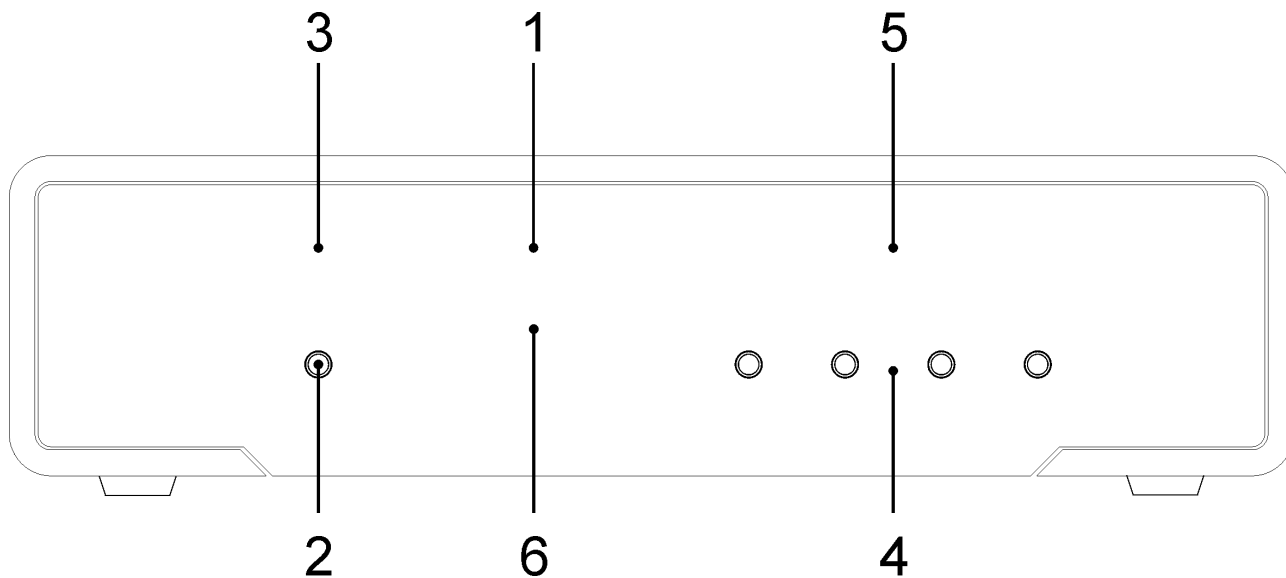
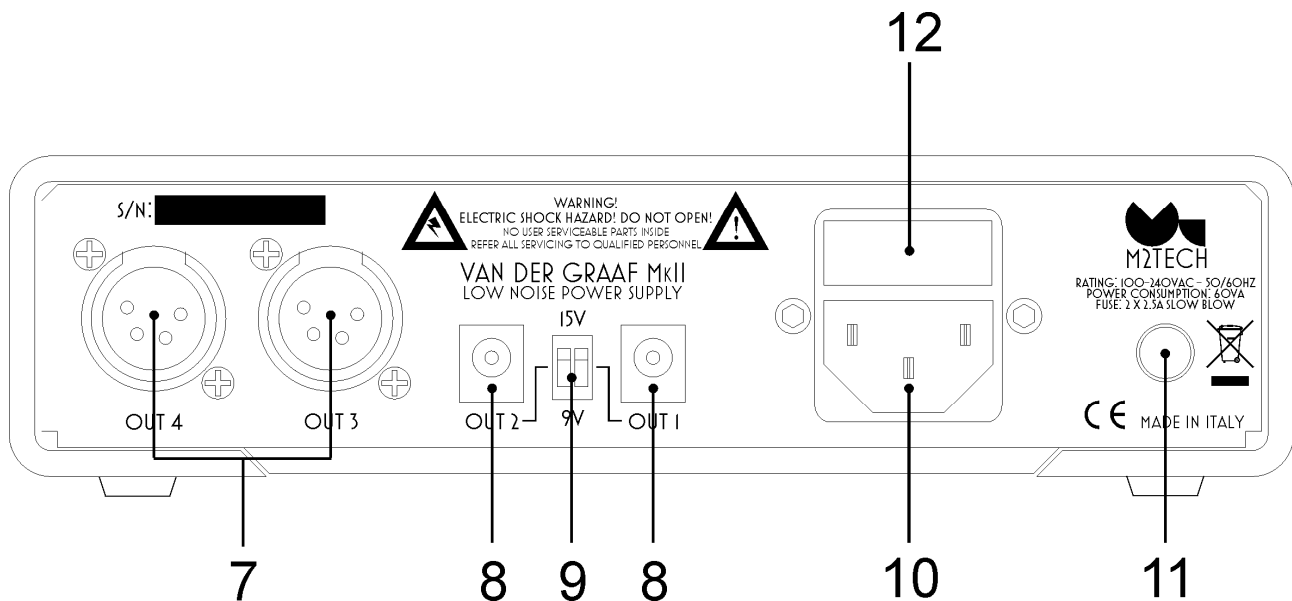

Figure 1
Figure 2
**2) Pulsante di abilitazione generale.** Premere questo pulsante per attivare il VAN DER GRAAF MKII quando è in standby (LED 1 acceso e LED 3 spento). In seguito a questa operazione, tutte le uscite precedentemente abilitate dall'utente con i relativi pulsanti (item 4, Fig. 1) si attiveranno, nella stessa sequenza con cui l'utente le aveva attivate, a intervalli di un secondo. I relative LED si accenderanno per indicare l'attivazione. Durante il processo, il LED 3 lampeggia. Alla fine del processo di attivazione, il LED 3 rimane stabilmente acceso. Quando il VAN DER GRAAF MKII è attivo, l'utente può metterlo in standby, disabilitando le uscite nell'ordine inverso rispetto a quello di abilitazione, premendo ancora questo pulsante. Durante il processo, il LED 3 lampeggia. Alla fine del processo di disabilitazione, il LED 3 si spegne.
**6) Ricevitore IR.** Il VAN DER GRAAF MKII è in grado di ricevere I comandi di accensione/spengimento dai telecomandi di altri prodotti M2Tech, quando è appositamente configurato dall'utente. L'effetto è lo stesso dell'utilizzo del pulsante di abilitazione generale (item 2, Fig. 1).
**11) Interruttore di accensione.** Premere questo pulsante quando si vuole accendere il VAN DER GRAAF. Il LED 1 (Fig. 1, Pag. 9) si accenderà ed il VAN DER GRAAF si porrà in standby.
Collegare uno o due apparecchi con alimentazione a +15V o +9V alle uscite 1 e 2 del VAN DER GRAAF MKII (Fig. 2, 8), con i cavi in dotazione, avendo cura di selezionare, per ciascuna uscita, la tensione corretta per l'apparecchio alimentato. Per esempio, se si alimenta uno YOUNG MKIII con l'uscita 1, occorre spostare il commutatore ad essa più vicino (Fig. 2, 9) verso l'alto. Se sull'uscita 2 si alimenta una HIFACE EVO TWO, allora il commutatore ad essa più vicino deve essere spostato verso il basso.
Collegare uno o due apparecchi con alimentazione composita (+5V/+15V/-15V) alle uscite 3 e 4 del VAN DER GRAAF MKII (Fig. 2, 7) con i cavi in dotazione. Uno di tali apparecchi è, ad esempio, il NASH.
Collegare il cavo di alimentazione in dotazione al connettore di alimentazione del VAN DER GRAAF MKII (Fig. 2, 10) e ad una presa di corrente.
Premere il pulsante di accensione sul pannello posteriore (Fig. 2, 11) per accendere il VAN DER GRAAF MKII. Il LED di accensione sul pannello frontale (Fig. 1, 1) si accenderà. Il VAN DER GRAAF MKII si porrà in standby, in attesa del comando di attivazione da parte dell'utente.
Premere il pulsante di attivazione generale (Fig. 1, 2). Alla prima attivazione, questa azione non avrà alcun effetto sulle uscite. Alle successive attivazioni, qualora l'utente abbia precedentemente attivato una o più uscite, esse si attiveranno nella sequenza in cui l'utente le aveva attivate manualmente.
Quando il VAN DER GRAAF MKII è in standby (solo LED 1 acceso), è possibile attivarlo premendo il pulsante di attivazione (Fig. 1, 2) oppure, qualora opportunamente configurato, tramite un comando on/off da un telecomando di un altro prodotto M2Tech. Immediatamente dopo la pressione del pulsante o l'invio del comando on/off, il LED di indicazione attivazione (Fig. 1, 3) inizia a lampeggiare e le uscite precedentemente selezionate vengono attivate nell'ordine scelto dall'utente, ad intervallo di un secondo l'una dall'altra. Al termine della procedura di attivazione, le uscite attive sono indicate dal relativo LED acceso, ed il LED di indicazione attivazione rimane stabilmente acceso.